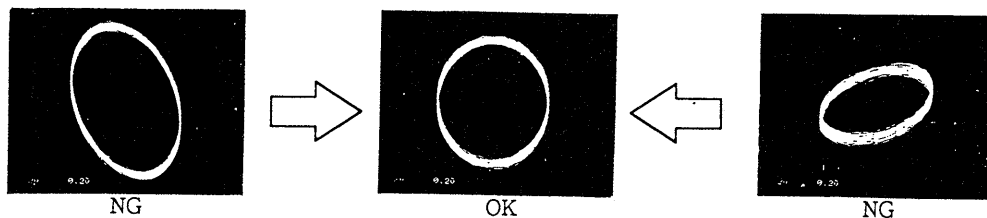

図6-7-1
規格値	図6-7-1参照
- (1) MUSE基準ディスクを再生する。
- (2) フレーム# 4000をサーチする。
- (3) オシロスコープのリサージュ波形図6-7-1のような様、RV101を調整する。
- (3) オシロスコープのリサージュ波形図6-7-1のような様、RV106を調整する。